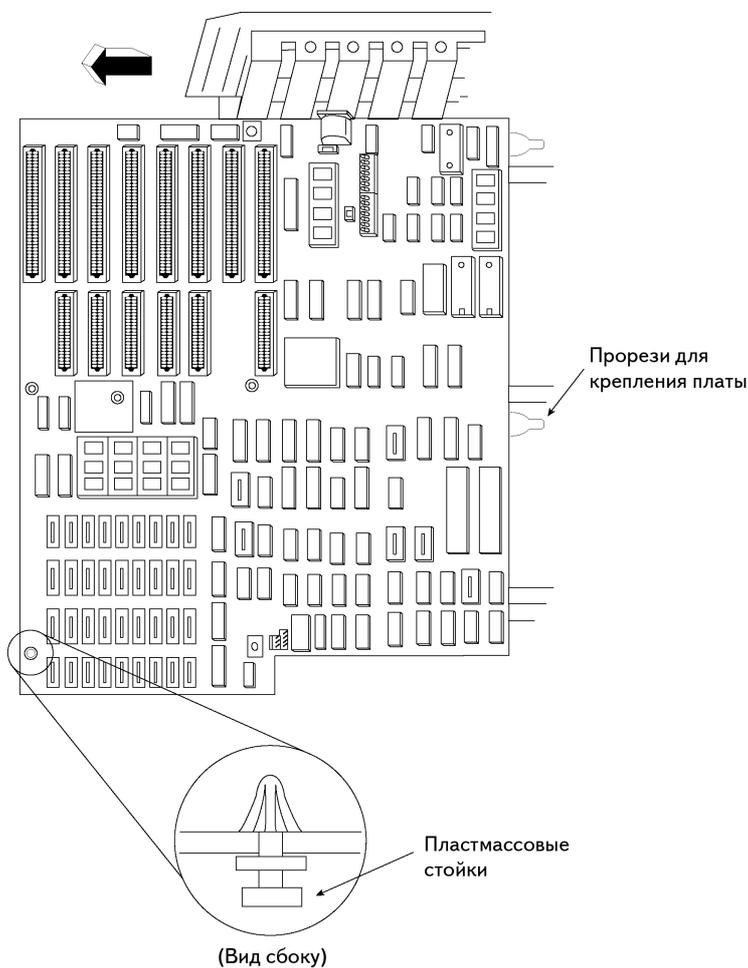

Рис. 24.3. Установка пластмассовых стоек в новую системную плату
1. Сначала может понадобиться извлечь пластмассовые стойки старой платы. С помощью тонких пассатижей аккуратно сожмите верхушку стойки и проденьте ее сквозь отверстие в плате. Осмотрите предназначенные для стоек отверстия в плате. Если вокруг напаян металлический кант, отверстие предназначено для металлической стойки, а если канта нет — для пластиковой. Теперь металлические стойки нужно ввинтить в отверстия в шасси корпуса так, чтобы они располагались напротив соответствующих им отверстий в плате (рис. 24.3).